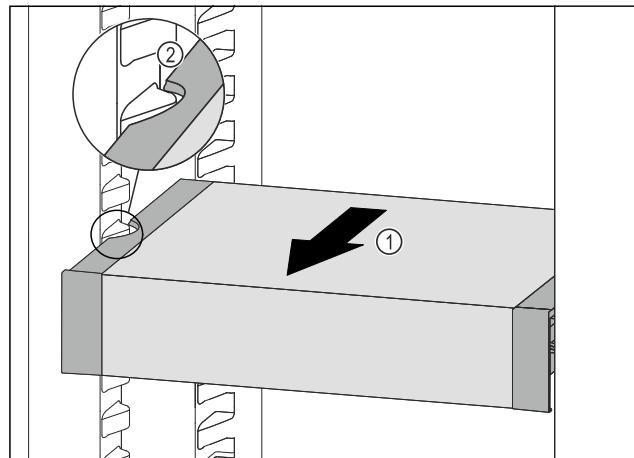

Fig. 136
- VarioSafe nach vorne ziehen Fig. 136 (1), bis sich die seitlichen Aussparungen des VarioSafes auf Höhe der Behälterrippe im Kühlteil befinden. Fig. 136 (2)